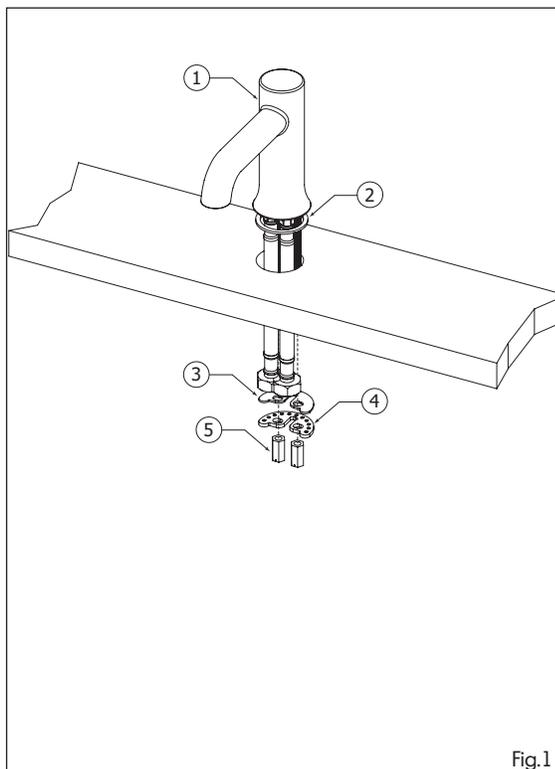

Fig.1
Insert the faucet's flexible hoses & base through the sink or countertop center hole. Afterwards, secure faucet tie-down bolts from underneath to your surface with included mounting kit: rubber washer (3), metal washer (4) and nuts (5). (See Fig.1)
Insérer les flexibles et la base du robinet dans le trou central du lavabo ou du comptoir. Ensuite, fixer les boulons de retenue sous le comptoir avec les pièces d'assemblage incluses: rondelle en caoutchouc (3), rondelle en métal (4) et les écrous (5). (Voir Fig.1)